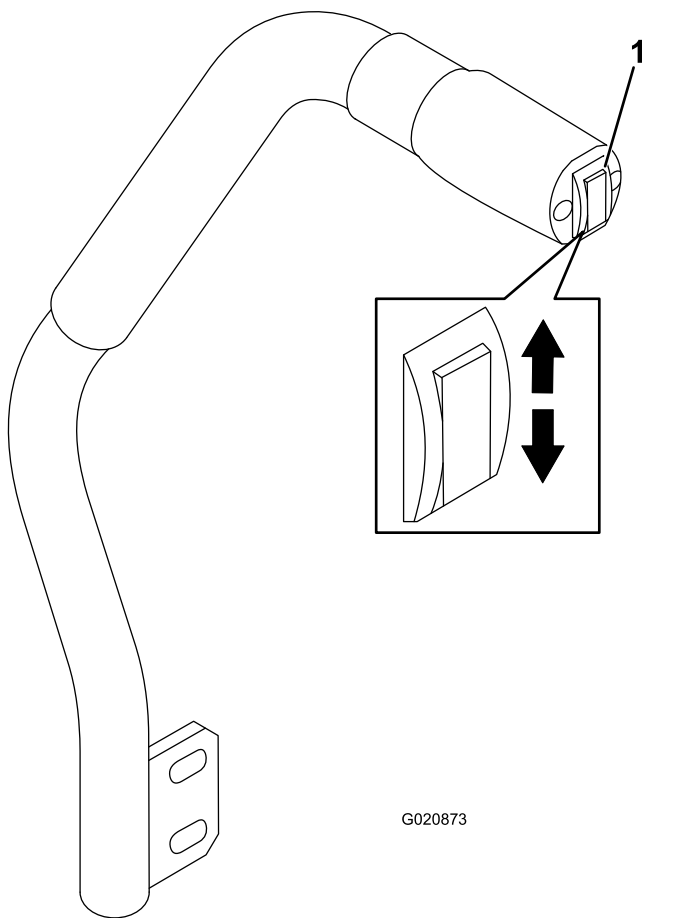

Figure 24
La commande de levage du tablier de coupe permet de lever et d'abaisser le tablier de coupe (Figure 24). Ce levier est uniquement disponible lorsque le moteur est en marche.
- Pour abaisser le tablier de coupe, appuyez sur le bas de la commande (Figure 24).
- Pour lever le tablier de coupe, appuyez sur le haut de la commande (Figure 24).